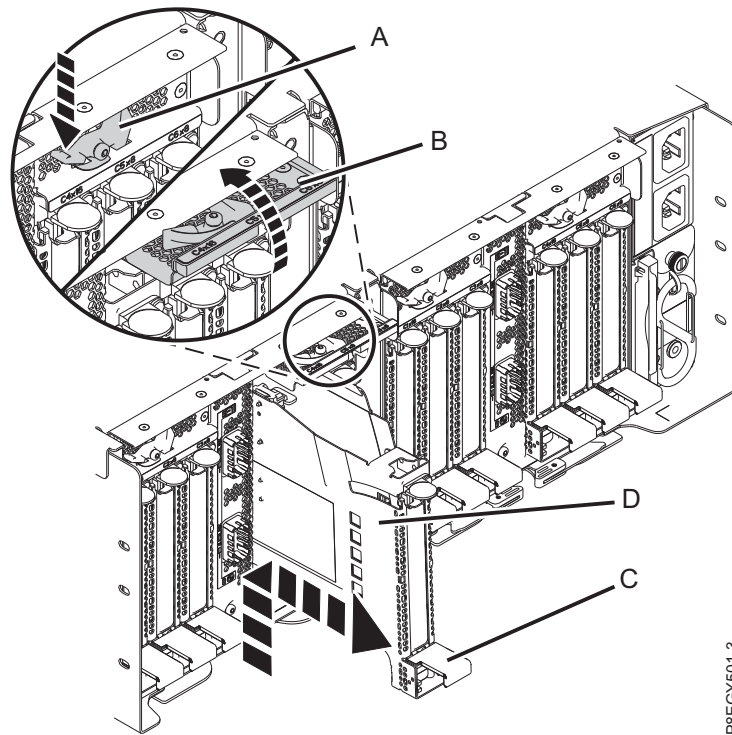

Abbildung 79. PCIe-Adapterkassette aus dem Einschub für PCIe3-Erweiterungen ausbauen
- a. Drücken Sie den Verriegelungshebel (A) am Zielsteckplatz (siehe Abb. 79 auf Seite 77). Dadurch wird die Verriegelungsklappe nach oben in die geöffnete Position geschwenkt. Siehe (B) in Abb. 79 auf Seite 77.
- b. Heben Sie den Kassettengriff (C) an und ziehen Sie die Kassette (D) aus ihrem Steckplatz (siehe Abb. 79).